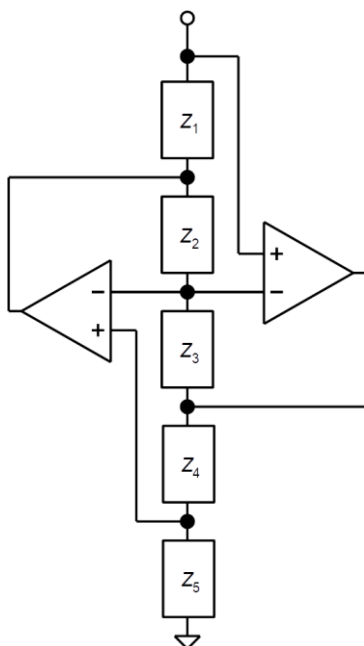
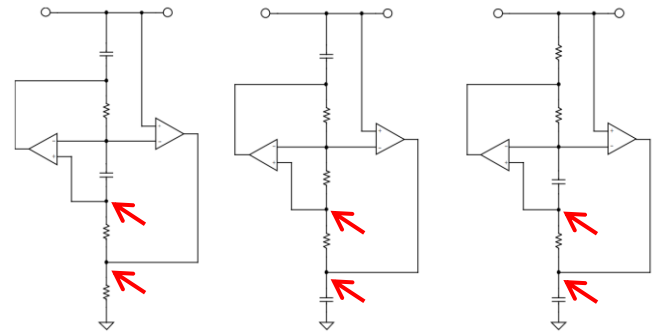
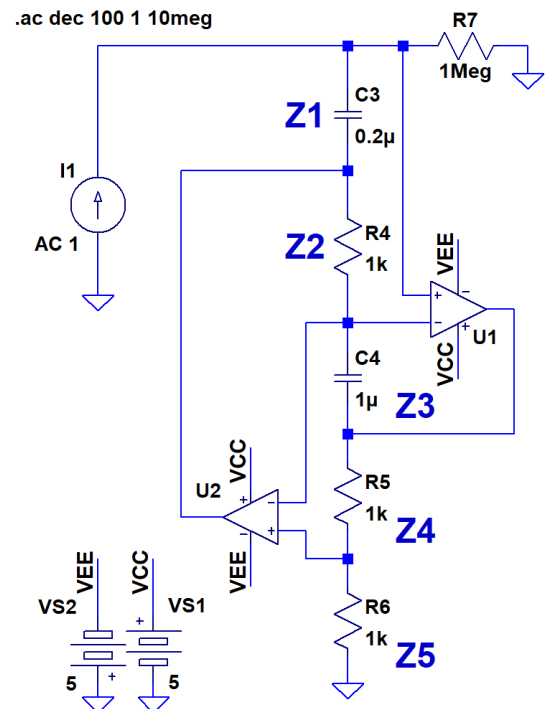
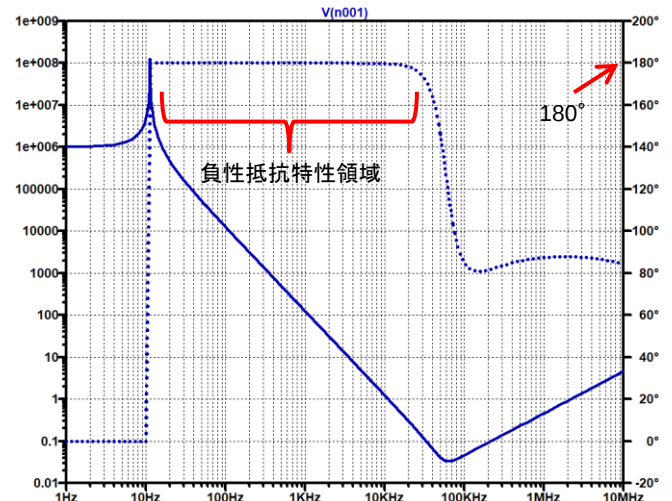

図 8. GIC (Generalized Impedance Converter) 回路の基本構成
図 9. 図 8 の GIC 回路で FDNR を構成する [7] [下の 2 素子と OP アンプとの接続点 (赤矢示) に間違いがある]
図 10. 図 8 の GIC 回路で FDNR を構成した LTspice 回路 (OP アンプは図 5 同様で UniversalOpamp2 を使い、開ループ利得 $A_{vol} = 10M$ 、利得帯域幅 $GBW = 100MHz$ に設定)
図 11. 図 10 の FDNR の周波数特性
FDNR は図 8 の GIC (Generalized Impedance Converter) 回路というもので構成します。GIC 回路は任意のインピーダンスを構成できる回路です。GIC 回路は図 8 のグラウンドに向けて接続される複数の直列素子経路と、そこにつながる 2 つの OP アンプから形成されます。そして端子 Z_{in} から見たインピーダンスを
なお以降に示す図 10 の GIC 回路には、抵抗 R_7 が並列に接続されています。これは OP アンプのバイアス抵抗に相当するもので、式 (11) ではこの素子は除外しています、というより元々は無いものです。GIC 回路/FDNR としての本質的なものではありません。
式 (11) から、図 8 の GIC 回路を FDNR に構成できるトポロジは、
- ① Z_1, Z_3 を容量にし、それ以外は抵抗とする
- ② Z_1, Z_5 を容量にし、それ以外は抵抗とする
- ③ Z_3, Z_5 を容量にし、それ以外は抵抗とする
- ④ Z_2, Z_4 をインダクタにし、それ以外は抵抗とする
の 4 種類の方法があることに気がつきます。でも④は実用的ではありません。[7] の Figure 8.47 に回路図として、①～③の 3 トポロジの説明がありますが、残念ながら下の 2 素子と OP アンプとの接続点に間違いがあるようです (それでも一応図 9 に示しておきます)。
つづいて式(11)に相当する FDNR の構成にした図 10 の GIC 回路 (図 9 においては一番左のトポロジ) で、周波数依存性負性抵抗特性をシミュレーションしてみます。
シミュレーション結果を図 11 に示します。20Hz から 20kHz に亘って位相が 180° になっています。位相が 180° とは、この周波数帯でこの回路が「負性抵抗特性」を示すことに相当します。式(11)を図 10 の部品番号に置き換えておくと、
FDNR はその振幅 (負性抵抗値) 特性が式(12)のように周波数 f の自乗に反比例するのですが、図 11 でもオクターブ (2 倍) 周波数で 12dB の傾斜になっており、たしかに目的の周波数依存性負性抵抗特性が実現できていることも分かります。
図 5 においては、 C_1 、 C_2 に並列に抵抗が接続されています。これは図 10 の GIC 回路のところでも説明しましたが、FDNR 型フィルタを構成するために本質的に必要なものではなく、フィルタ内の OP アンプにバイアス電流を供給する (直流経路を形成する) 都合があるためです。入出力のコンデンサ C_1 、 C_2 (もともとは図 3 の R_S 、 R_L に相当するもの) に並列に抵抗 R_1 、 R_2 を接続し、バイアス経路を確保します。こうしないと OP アンプが正しく動作できません。